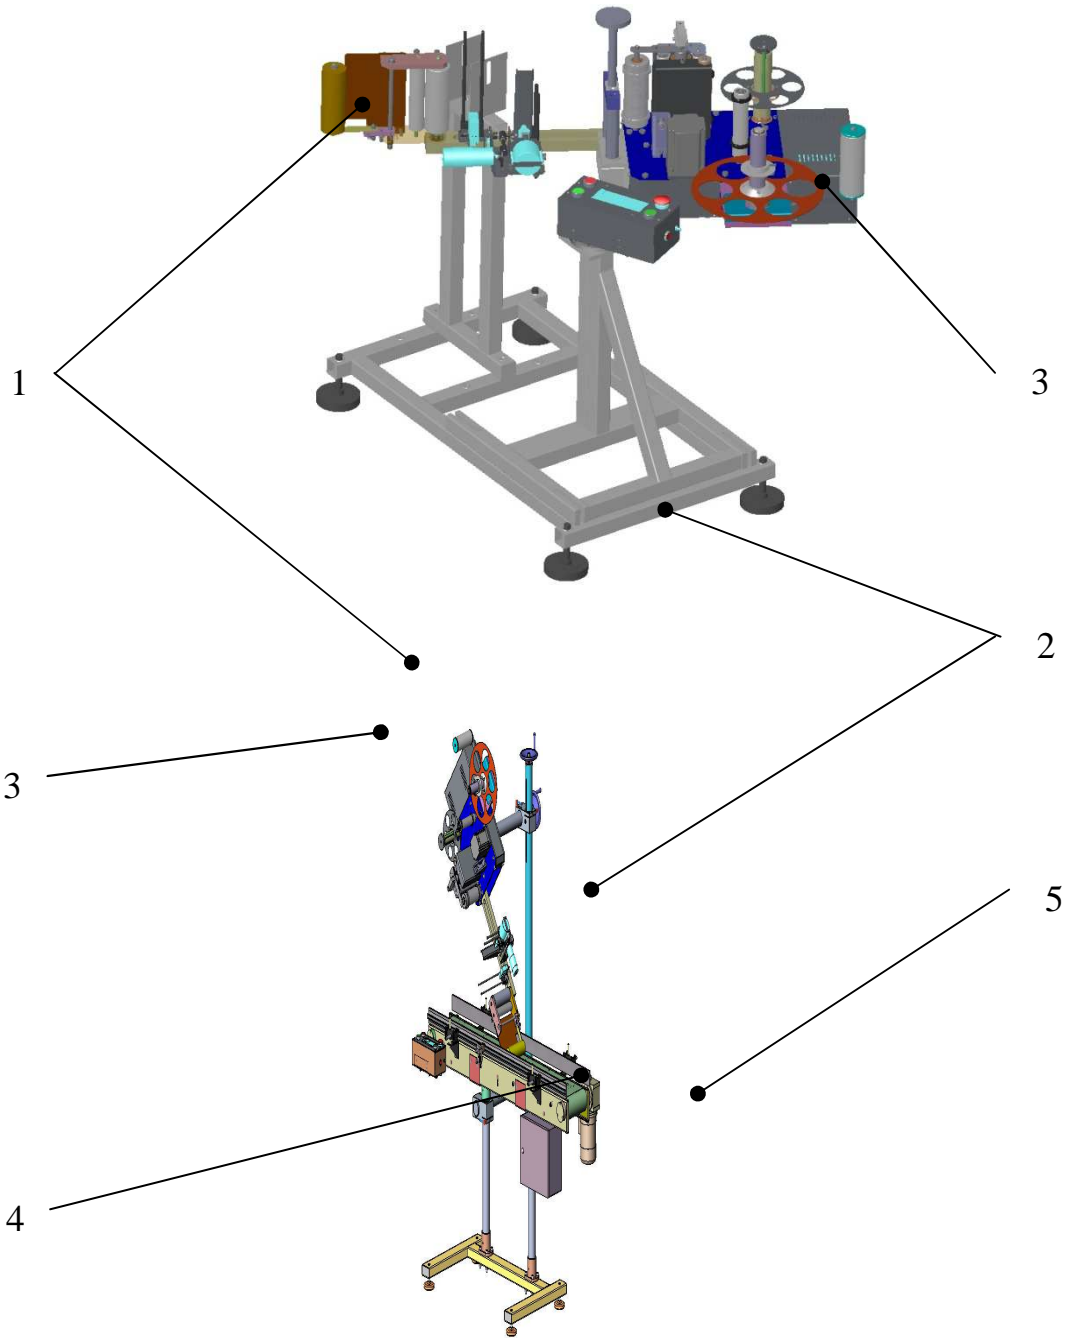

Рисунок 3 – Состав этикетировщика.
В состав этикетировщика входит (рис. 3):
- блок управления двигателям (14 Рисунок 4, 3 Рисунок 3);
- диффузионный оптический датчик (4 Рисунок 3).
- положение диффузионного датчика (4 Рисунок 3);
- высота и угол наклона этикеровщика (1 Рисунок 3);